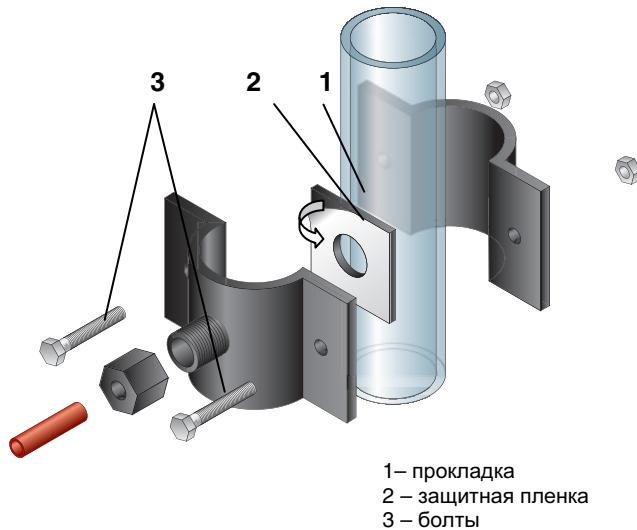

Рисунок 5. Дренажный хомут
| 9. Дренажный хомут (Рис. 5) | 1 шт. |
5.3 Установка дренажного хомута (Рис. 5)¹
- Снимите с прокладки (1) защитную пленку (2). Приклейте уплотнительную прокладку (1) с внутренней стороны хомута, так чтобы отверстие в прокладке совпало с отверстием в штуцере хомута
- Установите хомут, совместив отверстия в штуцере и дренажной линии, затем затяните болты (3). Болты следует затягивать равномерно, чтобы две части хомута располагались параллельно.